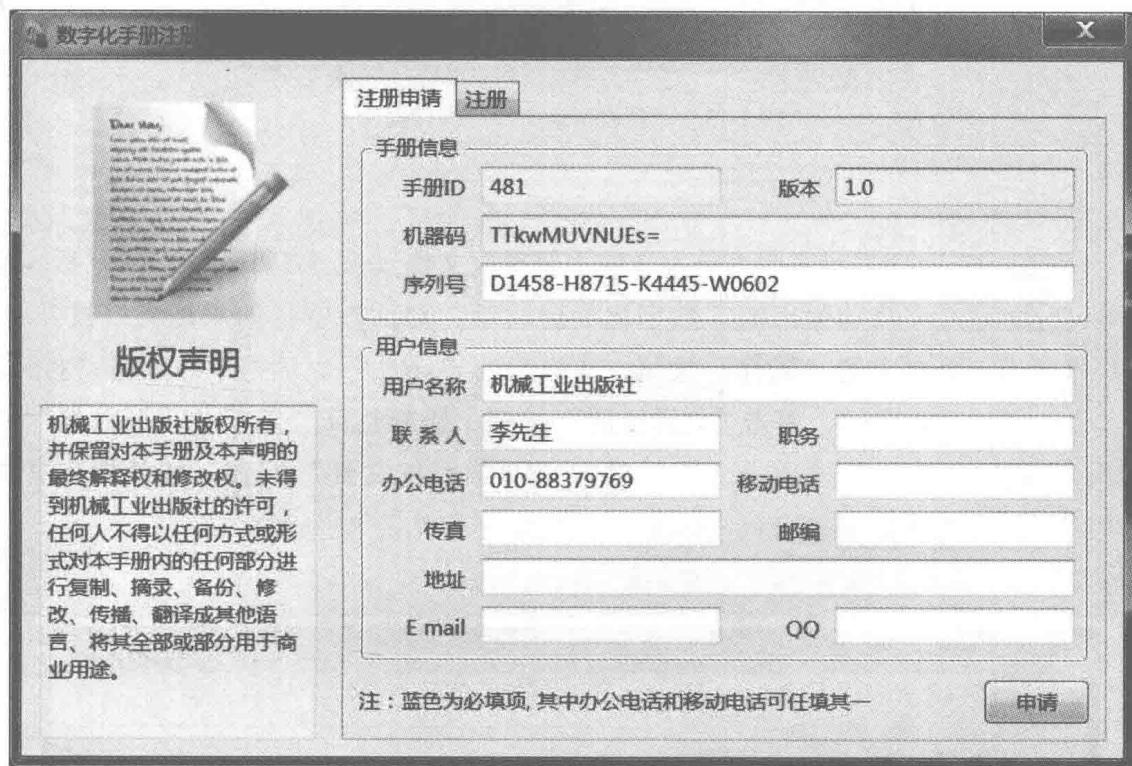

图 1-12 “数字化手册注册”对话框的“注册申请”选项卡
1) 在系统自动弹出的“数字化手册注册”对话框的“注册申请”选项卡（见图 1-12）中（如果该对话框被关闭，用户可单击工具栏上的“属性”按钮，在弹出“属性”对话框中，单击“授权”选项卡，根据系统提示，单击“立即注册”按钮，